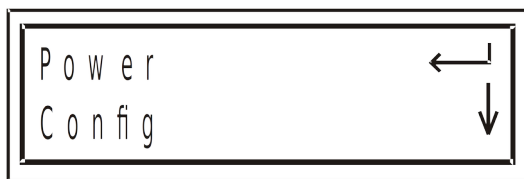

Рис. 25
1. Находясь в основном меню, выберите пункт Power (рис. 25):